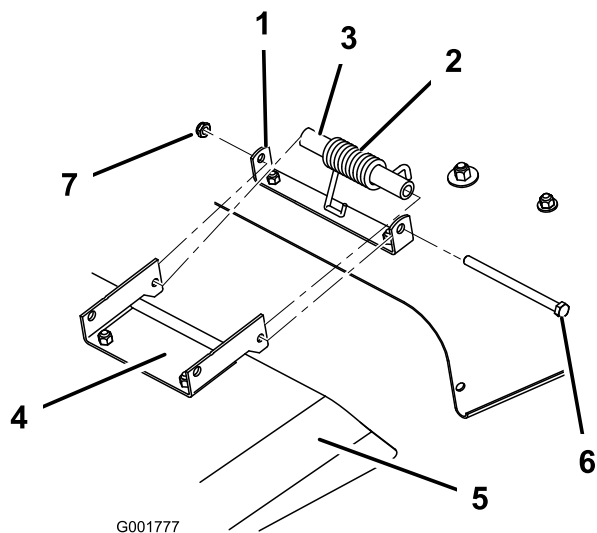

Figure 50
- Retirez le contre-écrou, le boulon, l'entretoise et le ressort qui fixent le déflecteur aux supports du plateau de coupe (Figure 50). Enlevez le déflecteur s'il est endommagé ou usé.
2. Placez le déflecteur d'herbe en face des trous des supports, et les extrémités droites des ressorts et des entretoises dans l'espace entre les supports et au-dessus du déflecteur (Figure 50).
3. Placez le ressort et l'entretoise de sorte que les extrémités crochées du ressort soient dirigées vers le bas, une extrémité en contact avec le plateau de coupe et l'autre sur le déflecteur (Figure 50).